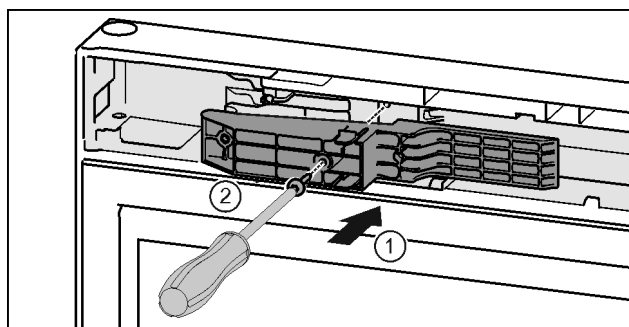

Fig. 48 *
- ▶ Вставити деталь адаптера в отвір з боку ручки. Fig. 48 (1)*
- ▶ За допомогою викрутки T15 закрутіть гвинти. Fig. 48 (2)*